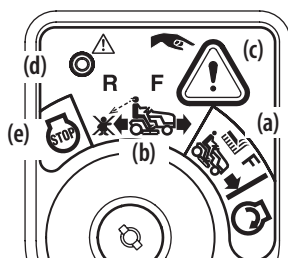

Figure 27
2. Tournez la clé de la position de tonte normale (a) à la position de tonte en marche arrière (b). Voir Figure 27.
3. Pressez le bouton du mode de tonte en marche arrière (c) sur le coin supérieur droit du tableau de bord pendant trois secondes. Le témoin lumineux rouge (d) dans le coin supérieur gauche s'allume lorsque le bouton de marche arrière est activé. Voir Figure 27.